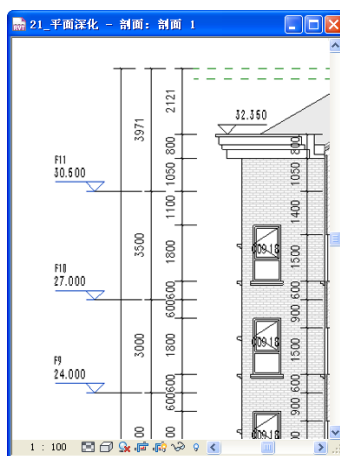

图 6-56
16) 调整原有尺寸的顶部参照图元为参照平面，使用“尺寸标注”添加剖面细部尺寸（如图 6-56 所示）。